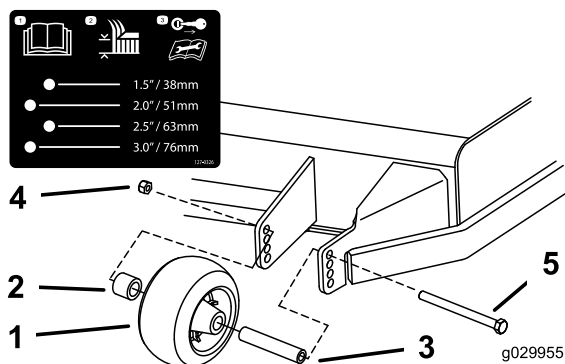
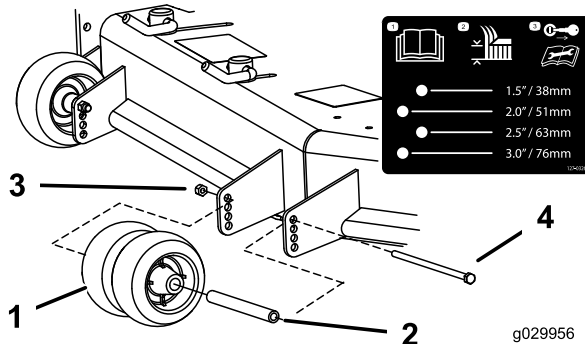
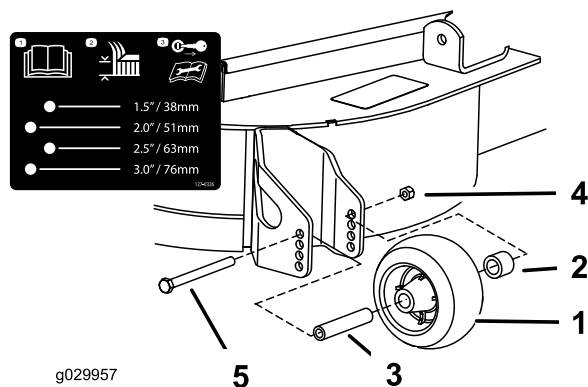

Figura 25
Figura 26
Figura 27
3. Ajuste los rodillos protectores del césped según se muestra en Figura 25, Figura 26 y Figura 27.